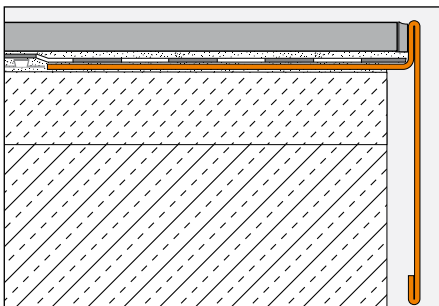
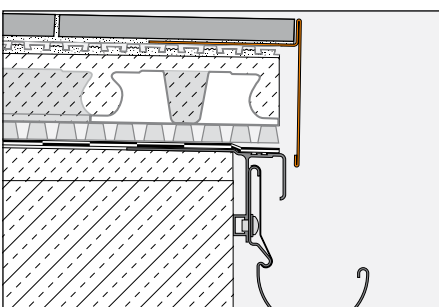

Abb. 4
Abb. 5
Verarbeitung für feste Verlegung im Verbund mit Fliesenbelag mit BARA-RT (Abb. 4 und 5)
2. Das BARA-RT ist mit dem trapezgelochten Befestigungsschenkel in die Kontaktschicht aus Dünnbettkleber einzubetten und vollflächig zu überspachteln (Abb. 4). Dies erfolgt auf dem Estrichrand oder auf der zuvor verlegten Drainagematte Schlüter-DITRA-DRAIN (Abb. 5).